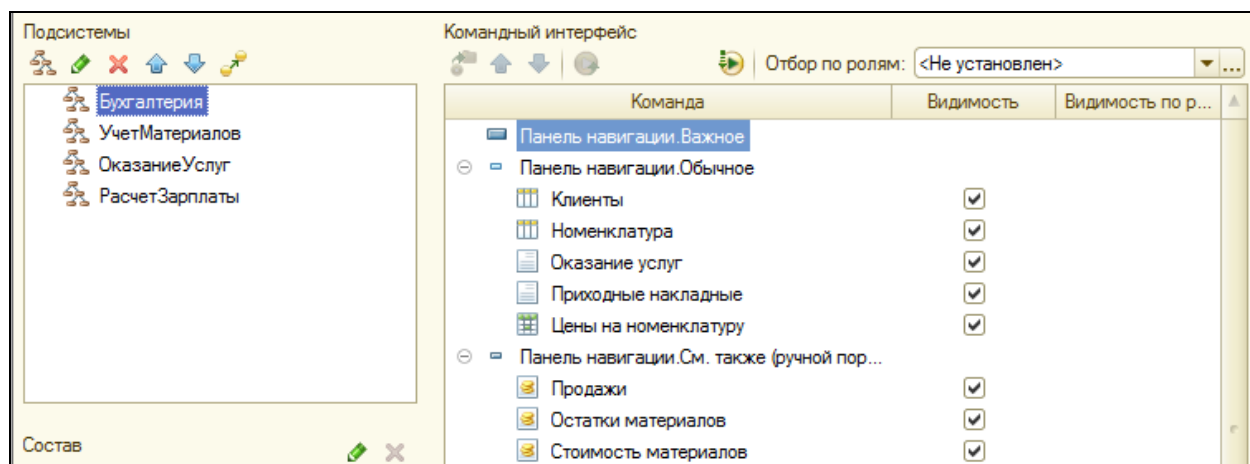

Рисунок 3.23 Установка видимости команды
4. Отредактировать командный интерфейс для того чтобы в подсистемах **Бухгалтерия**, **Оказание услуг** и **Учет материалов** была доступна ссылка для просмотра регистра накопления. В дереве конфигурации открыть ветку **Общие**, правой кнопкой вызвать контекстное меню ветви **Подсистемы**. Выполнить пункт **Все подсистемы**. Выделить подсистему **Бухгалтерия**. Включить видимость у команды **Стоимость материалов** и перетащить ее мышью в группу **Панель навигации**. См. также (рис.3.23)